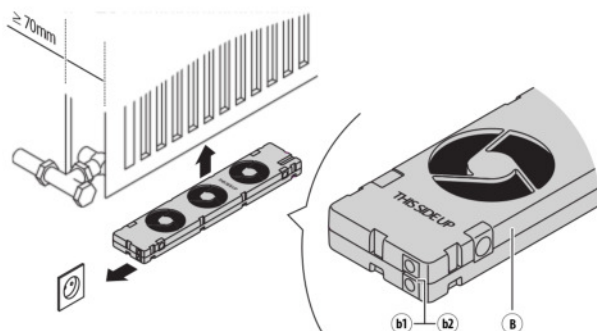

Fig. 1: Posición del SpeedComfort (B1).
1. Asegúrese de que el **SpeedComfort** (B1) esté orientado hacia arriba y de que los **conectores hembra** (b1, b2) estén orientados hacia la toma de corriente (véase fig. 1).